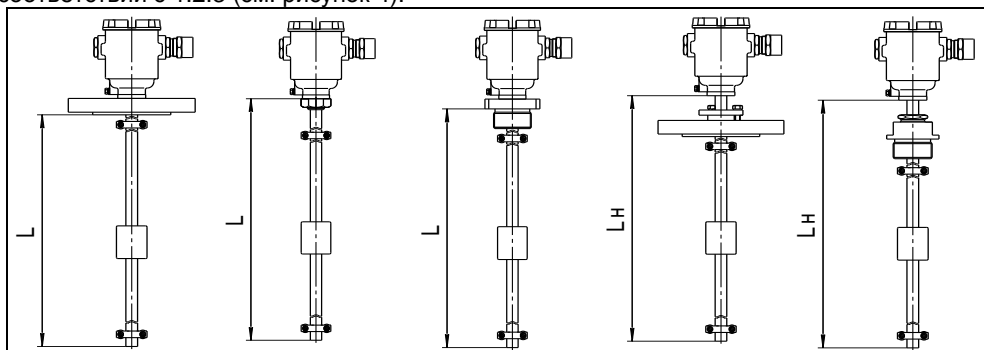

Рисунок 4
1.4.5 Преобразователи могут изготавливаться с длиной направляющей в соответствии с 1.2.3 (см. рисунок 4).